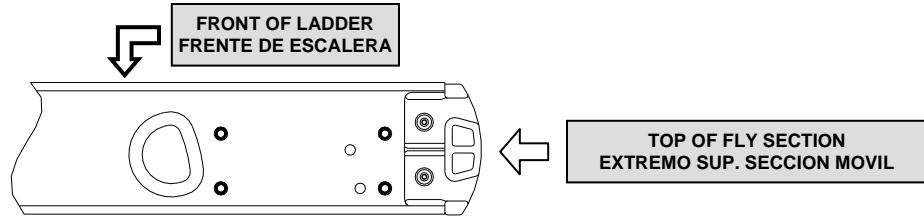

Fig. A1-1
1. Identify, the top of the fly section rails, the four pre-pierced holes highlighted in **Fig. A1-1**.
1. Identifique, en el extremo superior de los largueros de la sección móvil, los cuatro agujeros pre-punzonados remarcados en la **Fig. A1-1**.